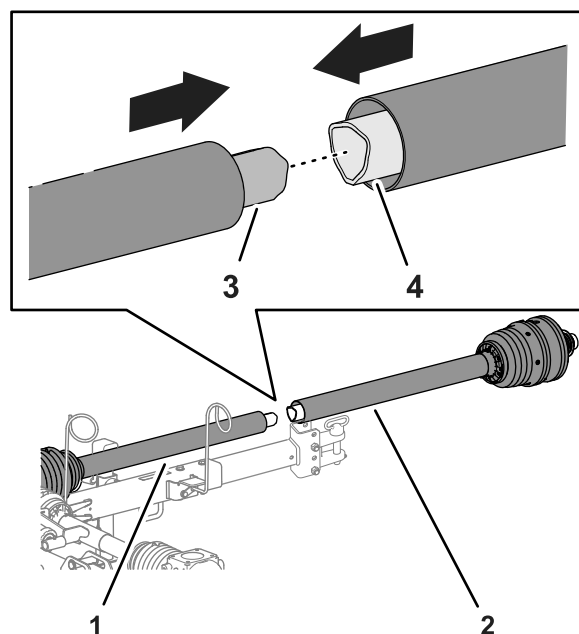

Рисунок 8
- Совместите внутреннюю трубку задней половины приводного вала механизма отбора мощности с наружной трубкой передней половины приводного вала механизма отбора мощности и наденьте трубки одну на другую (Рисунок 8).